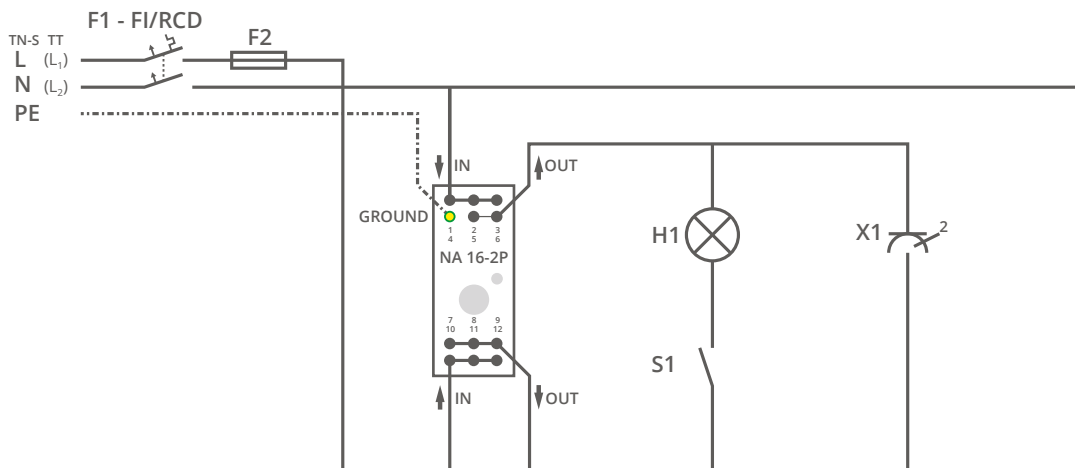

Abb.1
- Schließen Sie den Netzabkoppler nach Anschlussschema Abb.1 an.